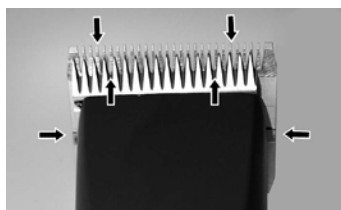

Fig. 21
Une fine couche d'huile sur le peigne supérieur et inférieur est indispensable pour obtenir un bon résultat de tonte et afin d'augmenter la longévité de la tondeuse (Fig. 21).
- ▶ Lubrifiez les peignes suffisamment durant la tonte (au moins toutes 15 minutes), de manière à ce qu'ils ne passent pas à sec (Fig. 21).
Il faut huiler les peignes avant, durant et après chaque usage. Si les peignes laissent des rayures ou se ralentissent, c'est un signe sûr que vous avez besoin de l'huile. Appliquez quelques gouttes de l'huile de l'avant et latéralement des peignes (flèches Fig. 21). Enlevez de l'huile excédentaire avec un chiffon doux et sec. Des aérosols lubrifiants ne contiennent pas assez d'huile pour une bonne lubrification, mais sont appropriés pour la réfrigération des peignes. Changez immédiatement des peignes endommagés ou crénelés afin d'éviter des blessures.